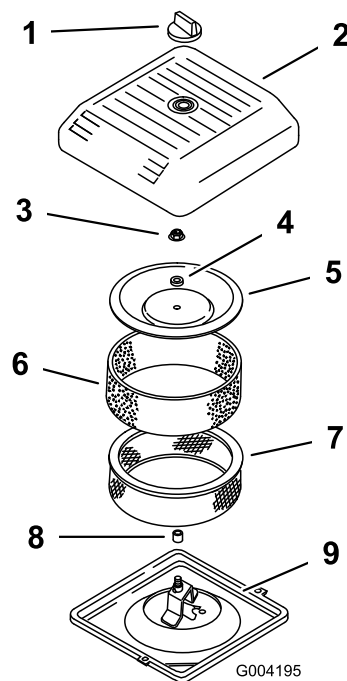

图43
3. 拧下旋钮并取下空气滤清器盖 (图43)。
4. 小心将泡沫预滤器滑出纸质滤芯图43。
5. 拧下护罩螺母并取下护罩、隔片和纸质过滤器 (图43)。
2. 将空气滤清器总成放到空气滤清器基座上 (图43)。
3. 安装护罩、隔片、并使用护罩螺母固定 (图43)。上紧螺母扭矩至 11N·m。
4. 安装空气滤清器盖、使用旋钮固定 (图43)。